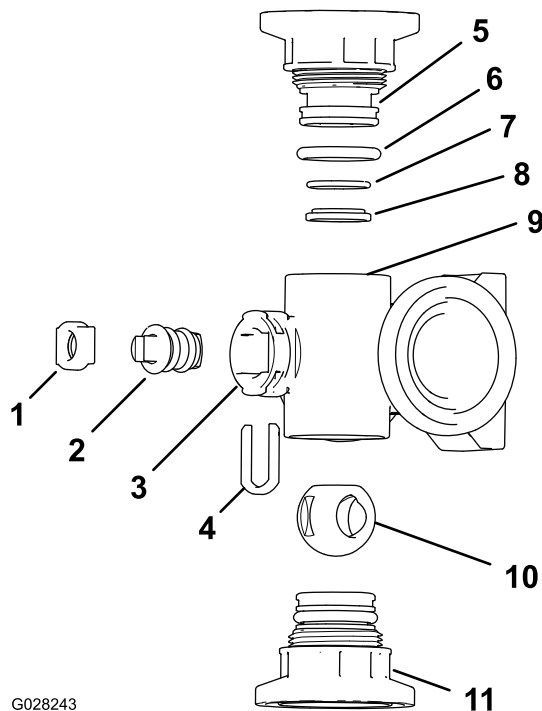
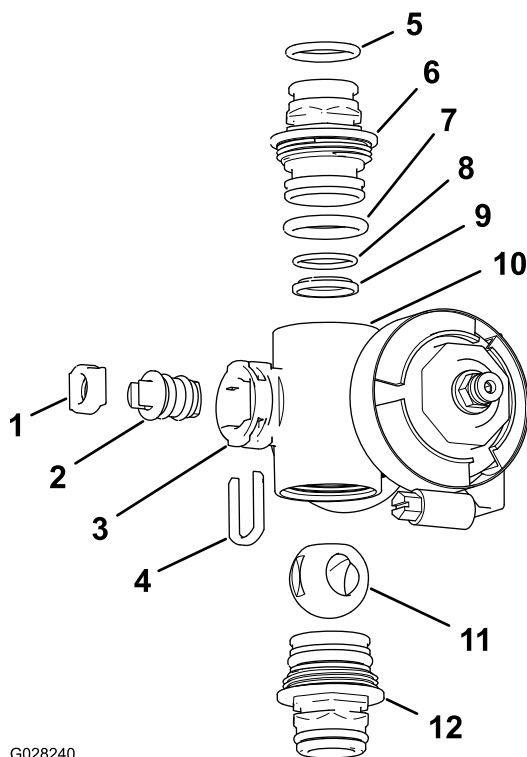

Рисунок 114
Рисунок 115
2. Снимите два штуцера торцевой крышки в сборе с каждого конца корпуса коллектора (Рисунок 114 и Рисунок 115).
4. Извлеките держатель штока из пазов в отверстии штока в коллекторе (Рисунок 114 и Рисунок 115).
5. Снимите держатель штока и седло штока клапана с коллектора (Рисунок 114 и Рисунок 115).
6. Просуньте руку внутрь корпуса коллектора и извлеките оттуда шток клапана в сборе (Рисунок 114 и Рисунок 115).
1. Проверьте состояние уплотнительных колец выпускных штуцеров (только коллектор клапана секции), уплотнительных колец торцевых крышек, задних уплотнительных колец седла и седла шарового клапана на отсутствие повреждений или износа (Рисунок 114 и Рисунок 115).
2. Нанесите силиконовую консистентную смазку на шток клапана и вставьте его в седло штока клапана (Рисунок 114 и Рисунок 115).
3. Вставьте шток и седло клапана в коллектор и закрепите шток и седло держателем штока (Рисунок 114 и Рисунок 115).
4. Убедитесь, что заднее уплотнительное кольцо седла и седло шарового клапана выровнены и правильно установлены в штуцере торцевой крышки (Рисунок 114 и Рисунок 115).
5. Установите штуцер торцевой крышки в сборе на корпус коллектора так, чтобы фланец штуцера торцевой крышки касался корпуса коллектора (Рисунок 114 и Рисунок 115), затем доверните штуцер торцевой крышки еще на 1/8–1/4 оборота.